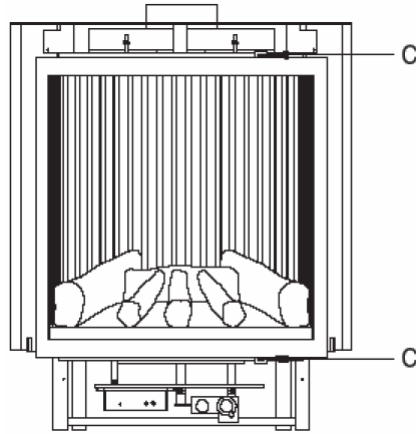

Fig.11
- 3) Open de draaideur door de 2 schroeven C (zie fig. 11) los te draaien.